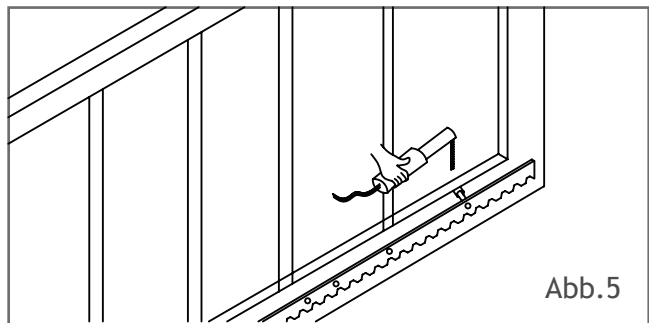

Abb.5
- Legen Sie den ersten Teil der Schiene auf das Zahnrad und schweißen Sie die erste Mutter an das Tor (s. Abb. 5).